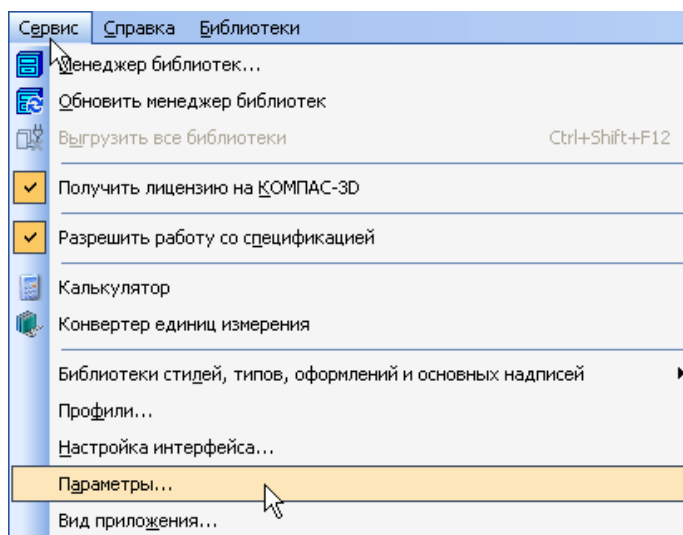

Рисунок 2.
- Вызовите команду Сервис – Параметры (рис.2).